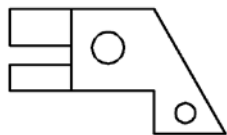
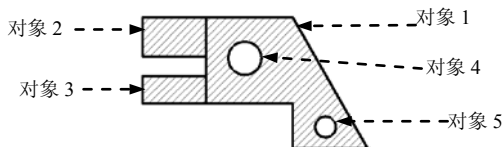
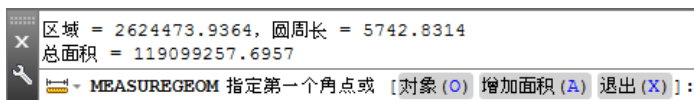

图 14.2.4 计算面积
图 14.2.5 操作过程
图 14.2.6 命令行提示
Step1. 打开文件 D:\AutoCAD2018.1\work\ch14.02\area3.dwg, 如图 14.2.4 所示, 要计算的面积是图 14.2.5 中的阴影部分。
Step5. 系统命令行提示(增加模式)选择对象:, 在此提示下分别选取对象 1、对象 2 和对象 3 (图 14.2.5); 按 Enter 键, 退出“加”模式。
Step8. 系统命令行提示(减模式)选择对象:, 选取对象 4 和对象 5 (图 14.2.5); 按 Enter 键结束。系统命令行显示图 14.2.6 所示的提示信息, 该总面积就是要计算的总面积。